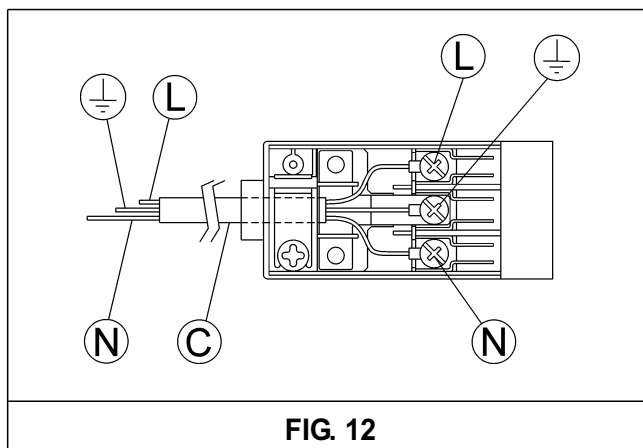

FIG. 12
- Poner un enchufe, adecuado a la carga indicada en la etiqueta, al cable de alimentación "C", en caso de que éste no lo posea (ver fig. 12).
- Conectar los cables según el esquema de la fig. 12, asegurándose que correspondan a las siguientes indicaciones: